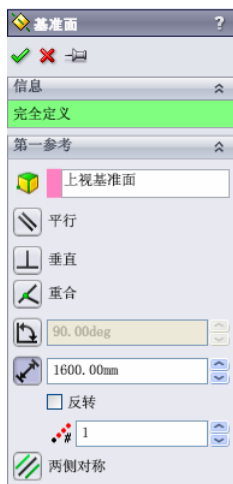
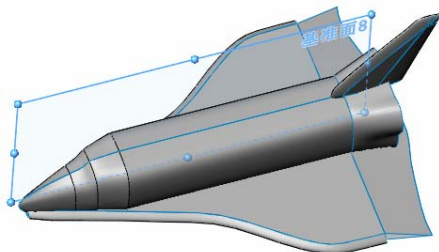

图 8-84 “基准面”属性管理器
图 8-85 添加基准面后的图形
⑦ 添加基准面。单击“参考几何体”工具栏中的“基准面”图标按钮，此时系统弹出如图 8-84 所示的“基准面”属性管理器。在“参考实体”一栏中，用鼠标选择选择“FeatureManager 设计树”中的“上视基准面”；在“等距距离”一栏中输入值 1600。注意基准面的位置在上视基准面的右侧。单击属性管理器中的“确定”图标按钮，添加一个基准面。结果如图 8-85 所示。
⑧ 设置基准面。在左侧“FeatureManager 设计树”中用鼠标选择“基准面 8”，然后单击“标准视图”工具栏中的“正视于”图标，将该基准面作为绘制图形的基准面。